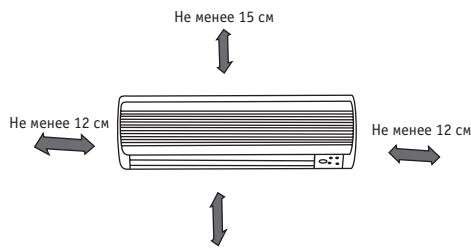

Рис. 1
1. Выполните разметку под отверстия в соответствии со схемой, представленной на Рис. 1. Просверлите одно отверстие ( $\varnothing$  65 мм) с небольшим уклоном к наружной поверхности стены.